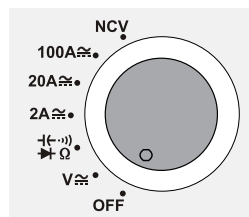

Fig. 2
- Pour éteindre l'appareil, mettez le bouton rotatif (3) sur OFF (fig. 2). Éteignez l'appareil quand vous avez fini la mesure.
- Le bouton rotatif sert à sélectionner les différentes fonctions de mesure. Dans certaines fonctions, la sélection automatique de la plage de mesure est activée, et l'appareil choisit tout seul la plage de mesure qui convient. L'écran indique **Auto** (F).